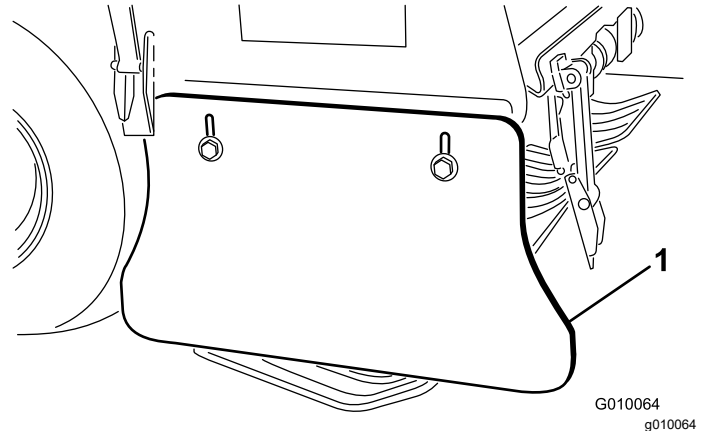

Bild 172
2. Lösen Sie die Kopfschrauben und Sicherungsbundmutter, mit denen die Seitenabdeckung am Aerifizierkopfrahmen befestigt ist (Bild 172).